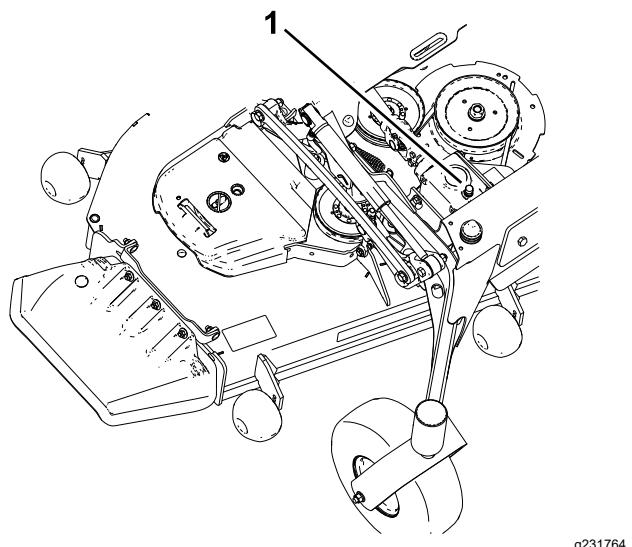

Figura 82
5. Retire la varilla/tapón de llenado de la parte superior de la caja de engranajes y compruebe que el lubricante está entre las marcas de la varilla (**Figura 82**).
5. Retire la varilla/tapón de llenado de la parte superior de la caja de engranajes y asegúrese de que el lubricante está entre las marcas de la varilla (**Figura 82**).